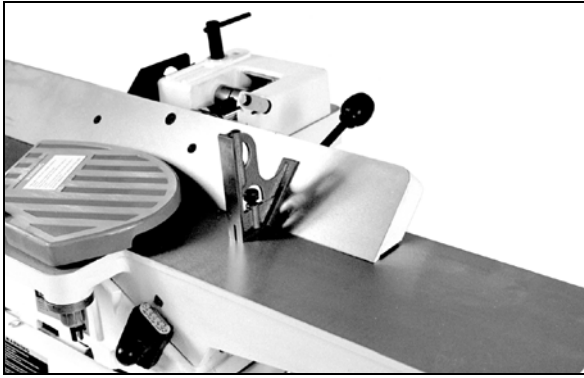

Рис. 13
2. Поместите поворачный угольник на загрузочный стол (Рис. 13) и проверьте правильность угла 45° .